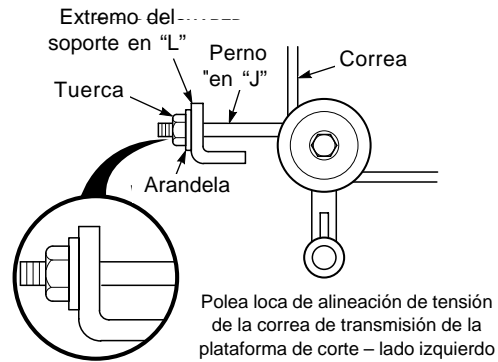

Figura 1. Ajuste de la correa de transmisión de la plataforma de corte
2. Ajuste la correa de transmisión de la plataforma de corte usando un medidor de tensión de correas. Ajuste la correa de modo que ésta se mueva 1/2 pulgada con 10 libras de presión. Ajuste la tensión al apretar o aflojar la tuerca del perno en "J" (vea la Figura 1).